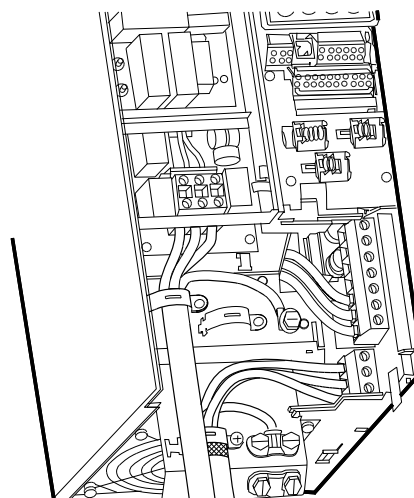

Fig. 16 Branchement secteur et moteur, B3
1. Brancher le conducteur de terre à la borne 95 (PE). Voir fig. 16 et 17.
1. Brancher le conducteur de terre à la borne 99 (PE). Voir fig. 16 et 17.
2. Brancher les conducteurs moteur aux bornes 96 (U), 97 (V), 98 (W).